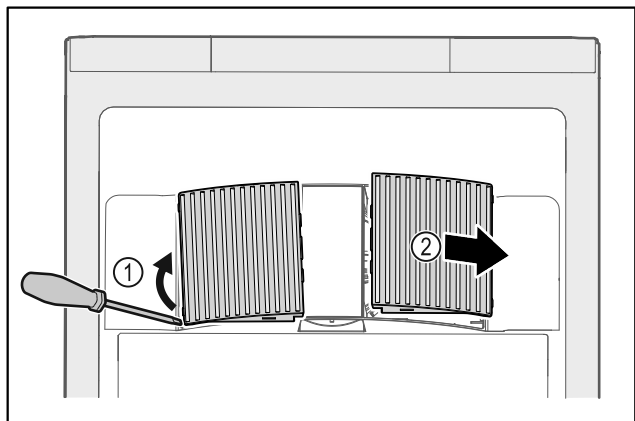

Fig. 47
- Lirk ut ventilatordekslene fra siden Fig. 47 (1), og ta dem ut forover Fig. 47 (2).